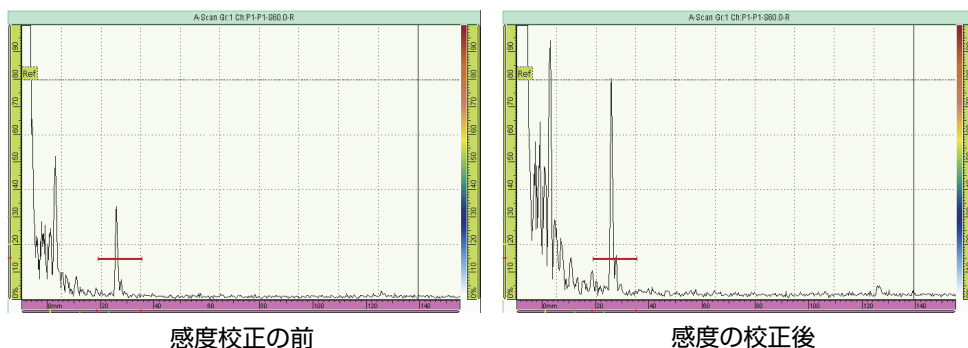

図 5-13 感度校正の前と後の基準反射源信号
3. **UT 設定 > 詳細設定 > 基本振幅**を選択した後、目的の基準振幅値を入力します（146 ページの図 5-13 の例では、80%）。
146 ページの図 5-13 では、**XX.X% に設定**コマンドを使う前と後の、基準反射源の信号を示しています。